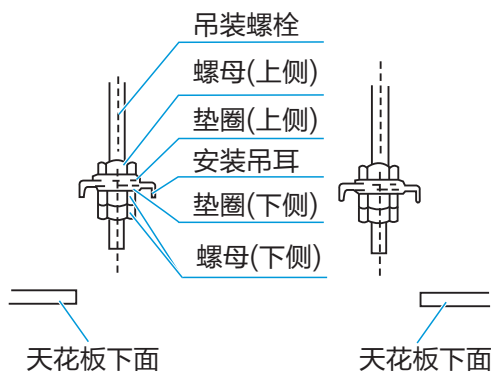

图1
1. 调节螺母的位置，垫圈（下侧）和天花板之间的间隙为根据实际施工情况确定。见图1。